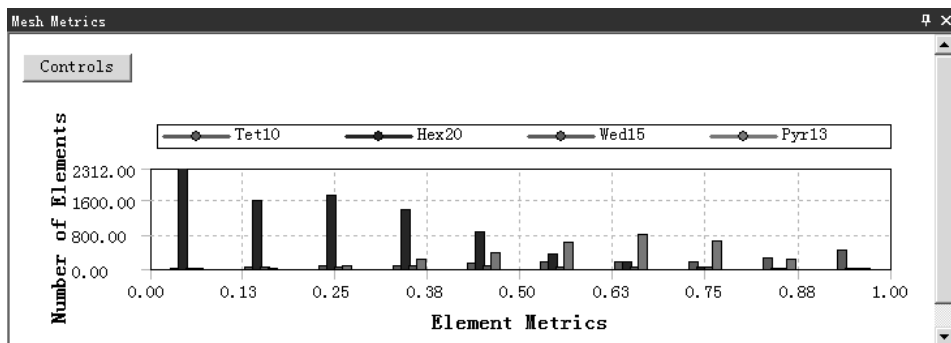

图 5.4.22 检查结果统计图表（七）
- ◆ Skewness（偏度）。它是网格质量检查的主要方法之一，选择此选项后，在信息栏中打开图 5.4.22 所示的检查结果统计图表（七）。